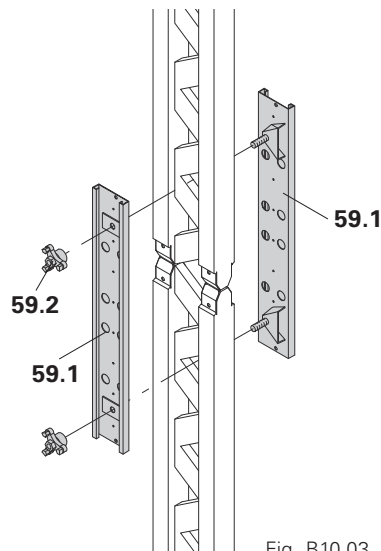

Fig. B10.03
3. Relier les deux pièces d'éclisses et serrer à l'aide des écrous 3 oreilles. (Fig. B10.03)